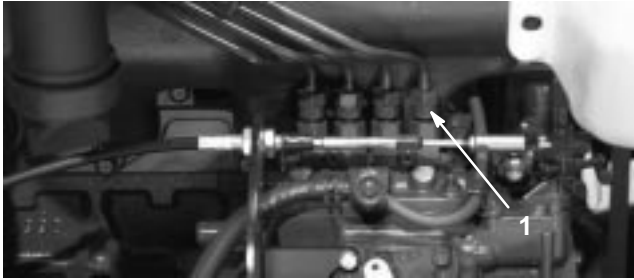

Figure 52
1. Desserrez le raccord entre l'injecteur N° 1 et le porte-injecteurs sur la pompe d'injection (Fig. 52).